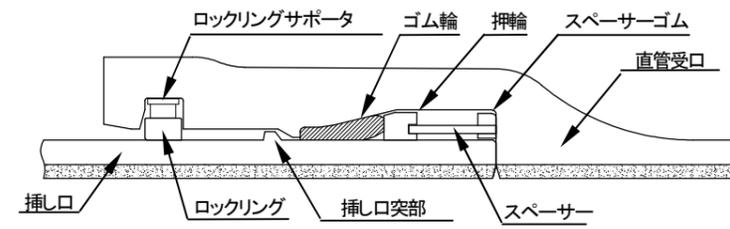

図 4.19-1 直管の継手構造
(5) R方式 (呼び径 1500~2600) (図 4.19-1)